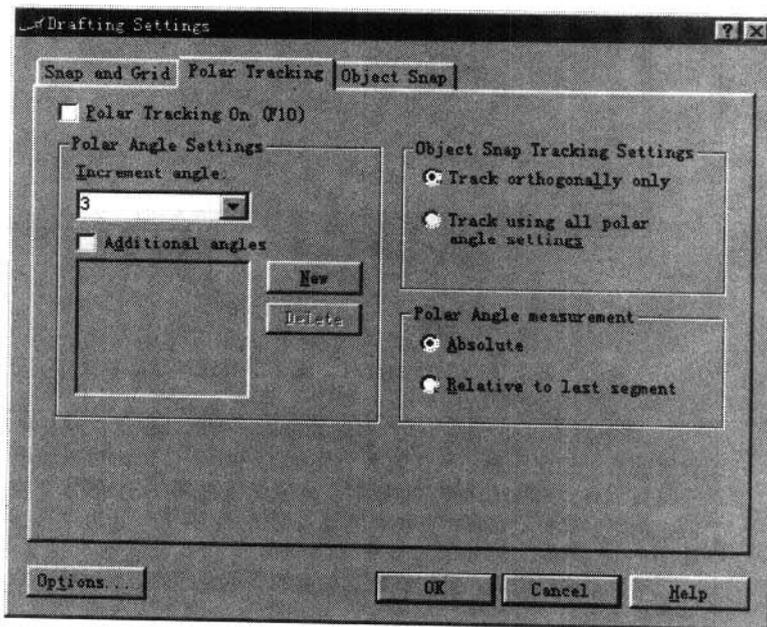

图 1-12
1. 请点取“Tools”下拉式菜单中的“Drafting Settings...”选项或是将光标移到状态栏的“POLAR”钮上，按下鼠标右键，在内选取“Settings...”选项后，将出现图 1-12 所示画面。